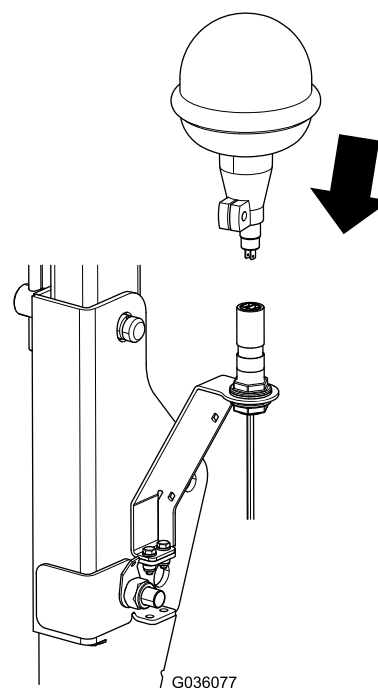

Figura 12
- Monte o sinal luminoso na parte superior da base do sinal luminoso (Figura 12).